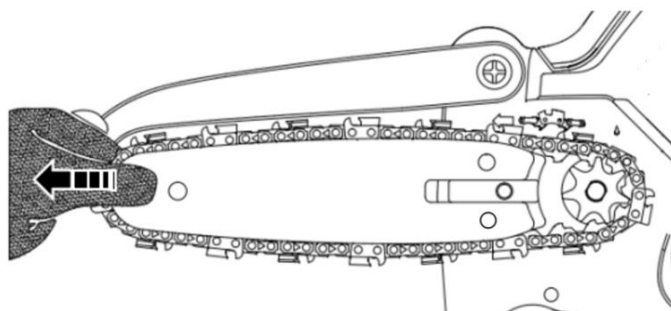

Fig. 7
- Ruotare il galletto (4) di due giri in senso antiorario.
- Spostare la barra di guida a sinistra o a destra finché i collegamenti di trasmissione non sono inseriti per metà nella scanalatura sul lato inferiore della barra di guida. Vedi Fig. 7.